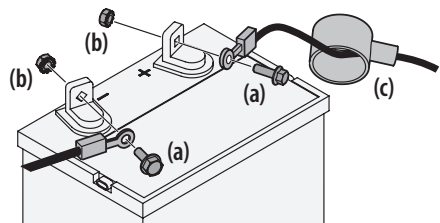

Figura 13
1. Retire la cubierta plástica, si está presente, del terminal positivo de la batería. Conecte el cable rojo al terminal positivo de la batería (+) utilizando el perno (a) y la tuerca hexagonal (b). Consulte la Figura 13.
2. Retire la cubierta plástica, si está presente, del terminal negativo de la batería y conecte el cable negro al terminal negativo de la batería (-) utilizando el perno (a) y la tuerca hexagonal (b). Consulte la Figura 13.
3. Coloque el capuchón de goma rojo (c) sobre el terminal positivo de la batería para protegerlo contra la corrosión. Consulte la Figura 13.